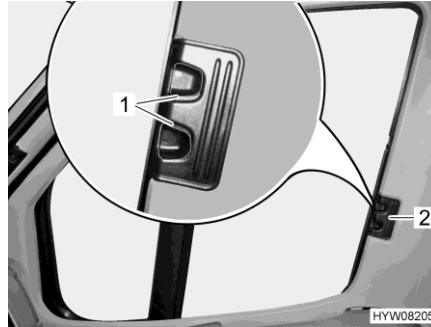

Fig. 24 Tendina oscurante pieghevole (finestrino del conducente/passeggero)
- Comprimere le levette di bloccaggio (Fig. 24,1) e mantenerle in questa posizione.
- Con la levetta (Fig. 24,2) tirare le tendine oscuranti pieghevoli per il finestrino del guidatore e del passeggero verso l'altro lato della finestra e congiungerle alle strisce magnetiche.
- Inserire fino all'arresto le tendine oscuranti pieghevoli per il finestrino del guidatore e del passeggero per la maniglia (Fig. 24,2).
- Rilasciare le levette di bloccaggio (Fig. 24,1) e mantenerle innestate.